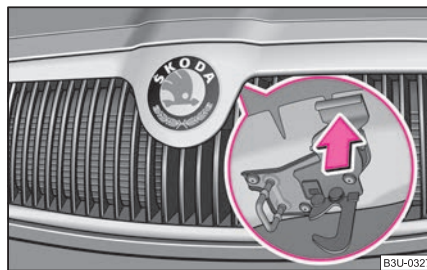

Abb. 173 Kühlergrill: Sicherung
- Drücken Sie die Sicherung ⇒ Abb. 173 und öffnen Sie die Motorraumklappe.